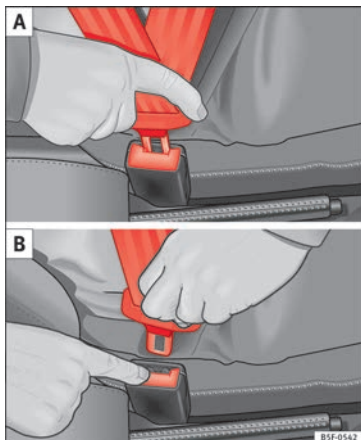

Fig. 9 Colocar e retirar a lingueta do fecho do cinto de segurança.
- Inserir a lingueta do fecho na respetiva receção do banco, até ouvir o seu encaixe » **Fig. 9 A.**
- Pressionar o botão vermelho existente no fecho do cinto » **Fig. 9 B.** A lingueta solta-se para fora do fecho » .